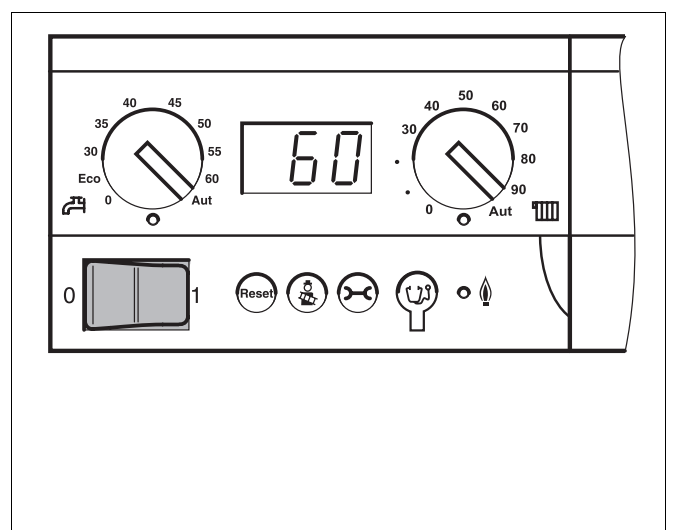

Bild 6 Basiscontroller Logamatic BC10
- Schalten Sie den Betriebsschalter (Bild 6) am Basiscontroller auf Position „1“ (Ein). Der Basiscontroller überprüft den aktuellen Anlagenstatus und der Brenner geht gegebenenfalls in Betrieb.